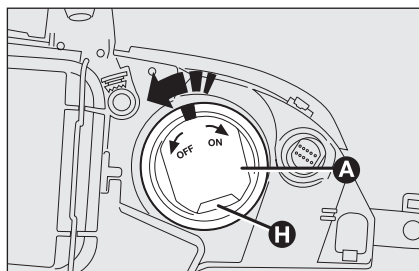
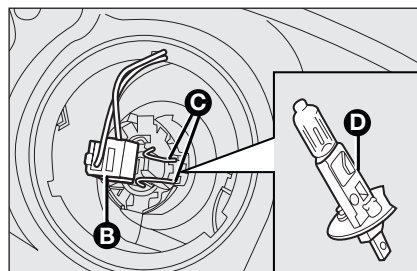

fig. 20
fig. 21
- ☐ tourner le bouchon **A-fig. 20** dans le sens inverse des aiguilles et l'enlever;
- ☐ débrancher le connecteur électrique **B-fig. 21**;
- ☐ décrocher le ressort porte ampoule **C-fig. 21**;
- ☐ enlever l'ampoule **D-fig. 21** et la remplacer;
- ☐ raccrocher le ressort **C-fig. 21**, brancher le connecteur électrique **B** et engager le bouchon **A-fig. 20** en le tournant dans le sens des aiguilles. Placer l'ouverture de ventilation **H-fig. 20** du bouchon du haut en bas.